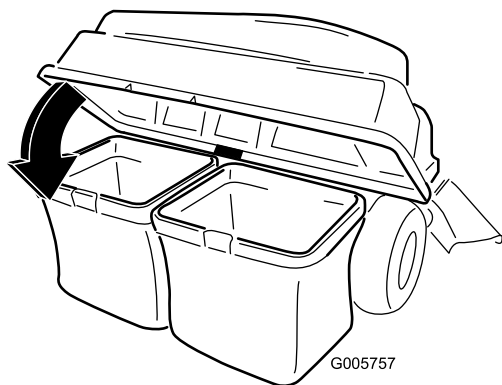

Bild 15
3. Senken Sie die Abdeckung des Heckfangsystems auf den Grasfangkorb ab (Bild 15).